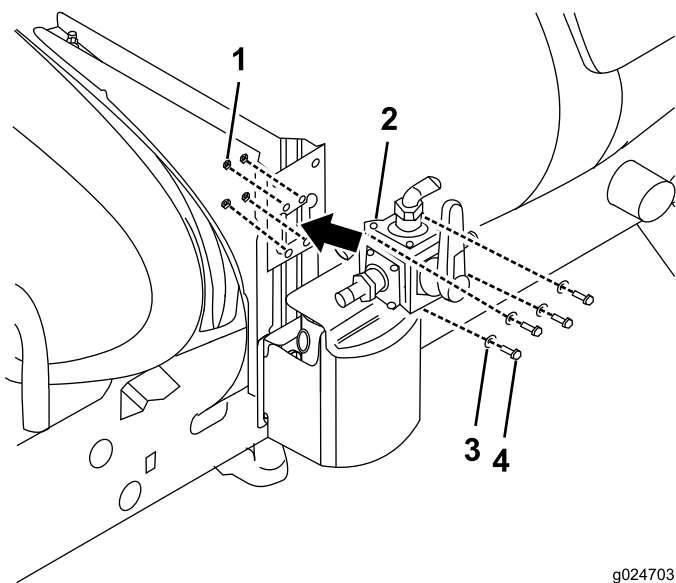

Figura 16
3. Instale la válvula de 4 vías en el soporte de la válvula con 4 contratuerzas (6 mm) (Figura 16).